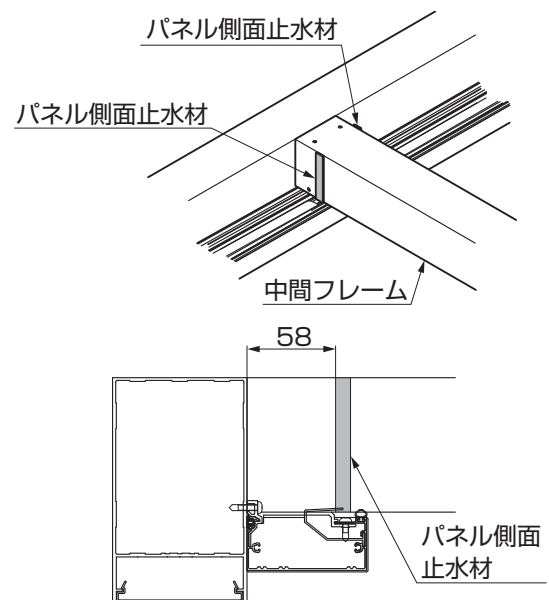

図8-4 B部詳細図
- ①パネル側面止水材を35mmに加工してA部のフレーム・中間フレームに貼付けてください。
- ②パネル側面止水材を樋取付け側B部のフレーム・中間フレーム側面に貼付けてください。(図8-4参照)